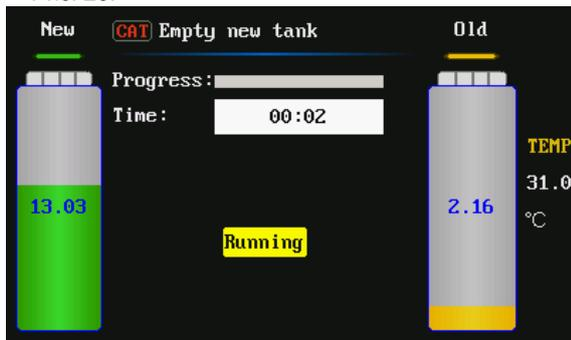

Рис. 28
- 3) Система войдет в интерфейс для опорожнения бака с новой жидкостью и автоматически начнет операцию слива жидкости, как это показано на Рис. 28.